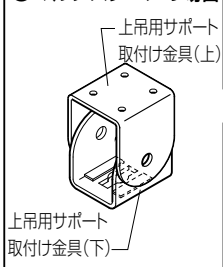

図1
①サポートの上部金具の向きをサポート取付け金具のカギ穴に合わせて差込みます。(図1)